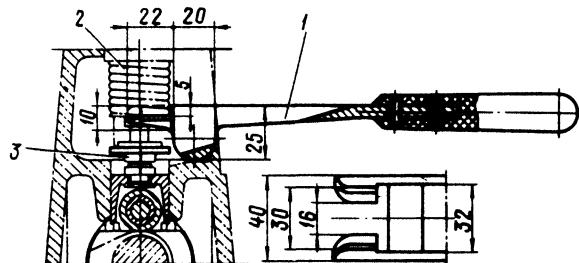
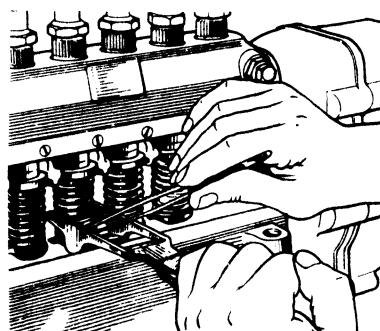

Рис. 88. Рычаг для снятия тарелки толкателя:
Рис. 89. Снятие тарелки толкателя
- 2) при помощи специального рычага (рис. 88) сжать пружину толкателя и пинцетом извлечь нижнюю тарелку толкателя (рис. 89).